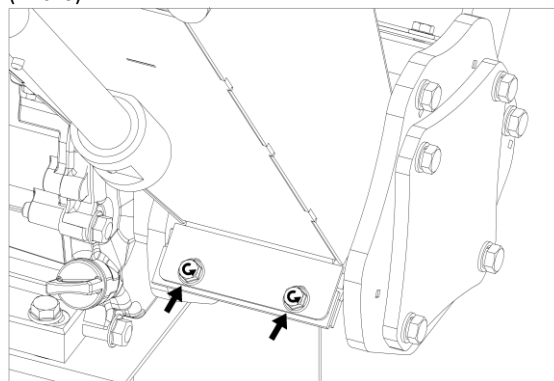
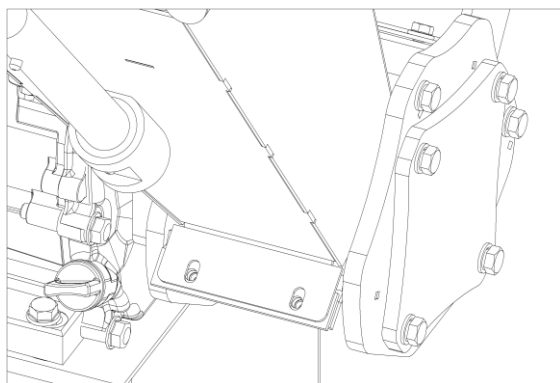

Рисунок 5
Рисунок 6
3. Открутите по очереди два болта крепления загрузочного желоба к корпусу ротора против часовой стрелки (Рис. 5) и извлеките их из крепежных отверстий (Рис. 6).